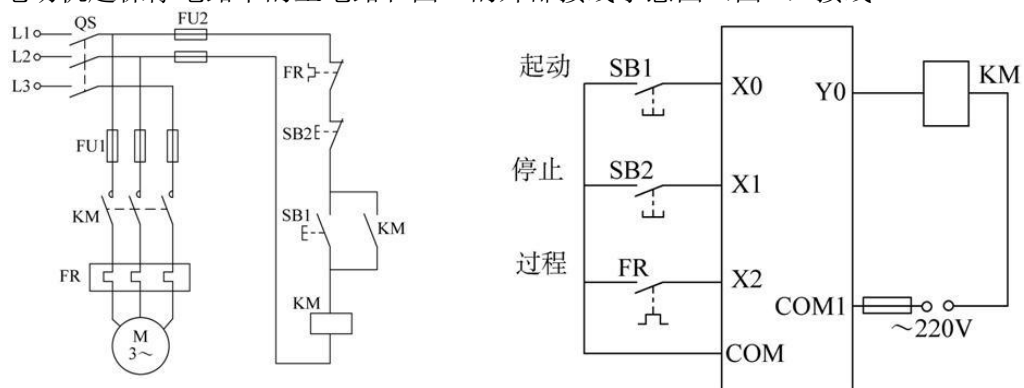

图 1 电动机起保停电路 图 2 PLC 接线示意图
1. 按图 1 电动机起保停电路中的主电路和图 2 的外部接线示意图（图 2）接线